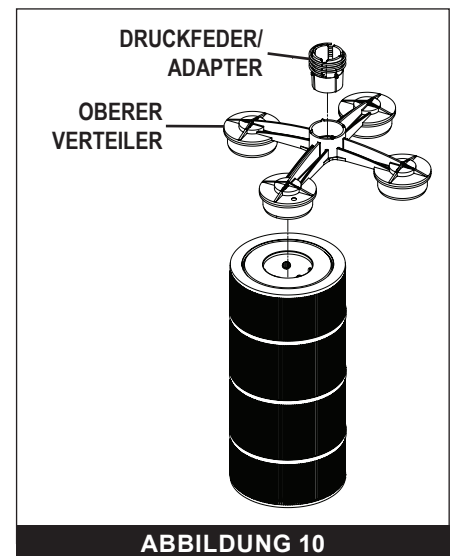

ABBILDUNG 10
2. Entfernen Sie die Druckfeder/den Adapter vom oberen Verteiler. Siehe **ABBILDUNG 10**.
3. Entfernen Sie den oberen Verteiler (**ABBILDUNG 10**) von den Kartuschen und legen Sie den Verteiler beiseite.